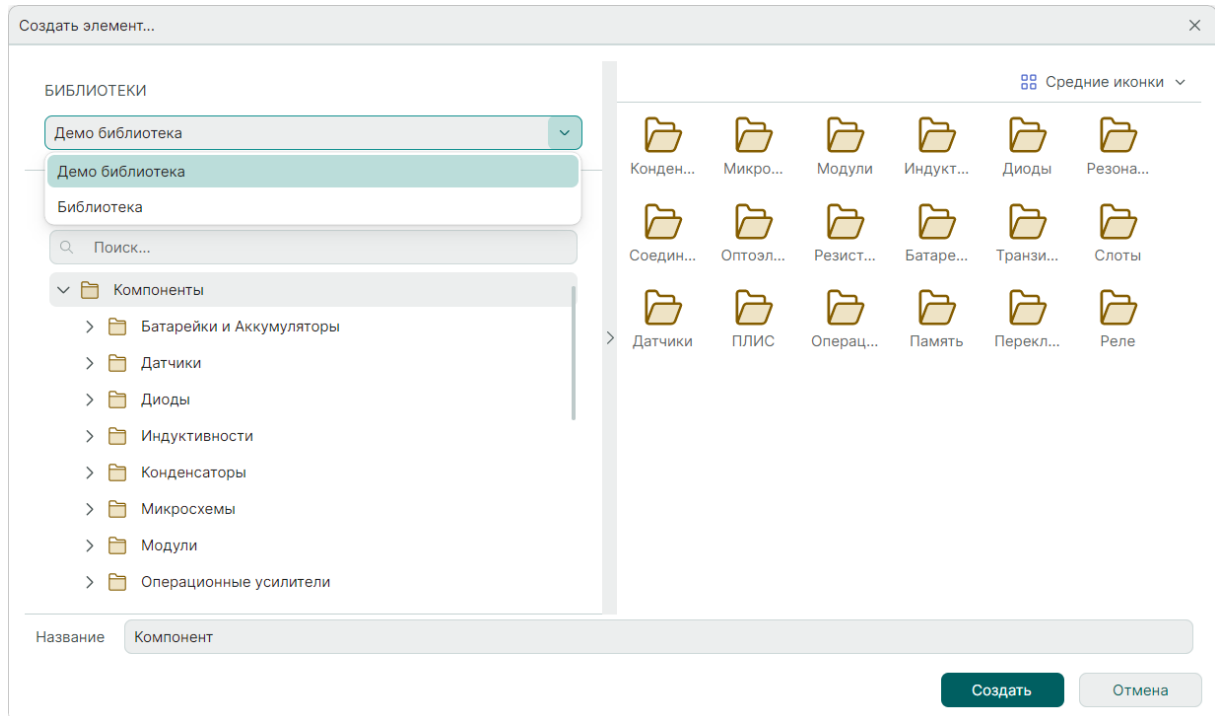

Рис. 188 Выбор библиотеки для компонента
2. Выберите библиотеку из выпадающего списка «Создать элемент» → «Библиотека», см. Рис. 188.